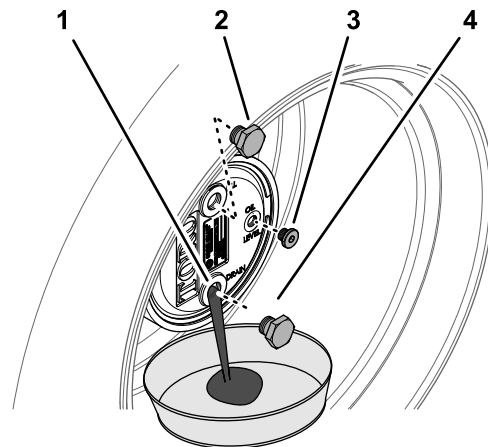

Bild 105
2. Entfernen Sie die Füllschraube, die auf 12 Uhr steht, und die Prüfschraube, die auf 3 Uhr steht (Bild 105).
3. Stellen Sie eine Auffangwanne unter die Nabe des Planetengetriebes, entfernen Sie die Ablassschraube, die auf 6 Uhr steht, und lassen das Öl vollständig ablaufen (Bild 105).
5. Setzen Sie die Ablassschraube in das Ablassloch des Planetengetriebegehäuses ein (Bild 105).